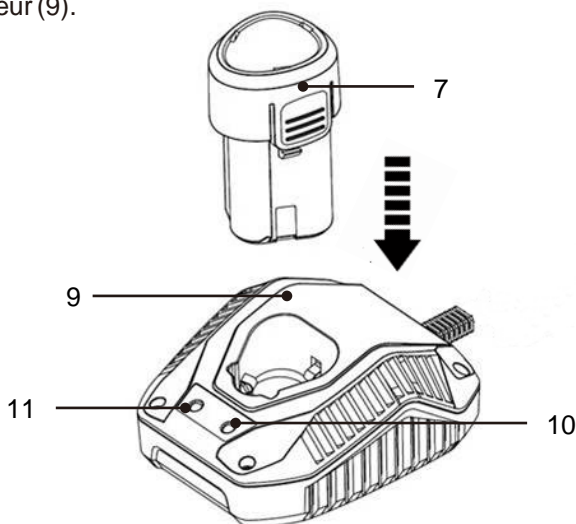

Fig. 4
- > Insérez le bloc batterie (7) dans le chargeur (9) (fig. 4). Connectez le chargeur sur la prise d'alimentation. Les voyants (10/11) du chargeur indiquent le statut du chargeur, comme décrit dans le tableau ci-dessous.